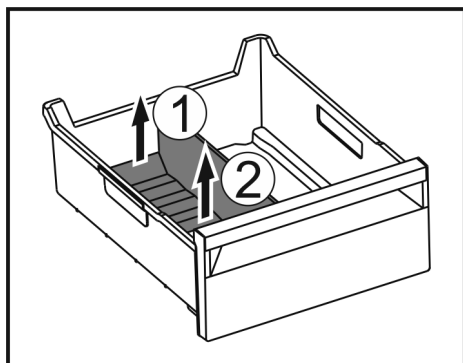

Fig. 167
- Soulever la partie arrière du séparateur de congélateur. Fig. 167 (1)
- Retirer le séparateur de congélateur par le haut. Fig. 167 (2)